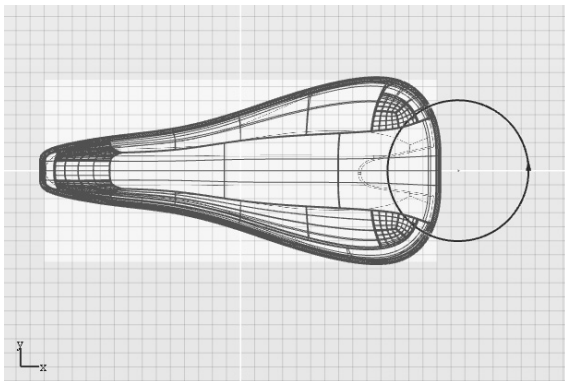

图 7-77 绘制圆曲线
1) 在控制面板中, 选择曲线工具“圆: 圆心, 半径”工具。激活顶视图, 绘制如图 7-77 所示的圆曲线。